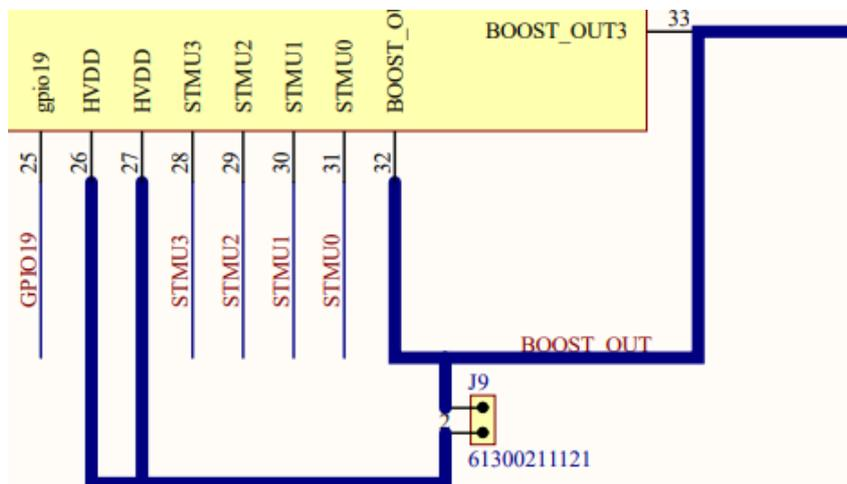
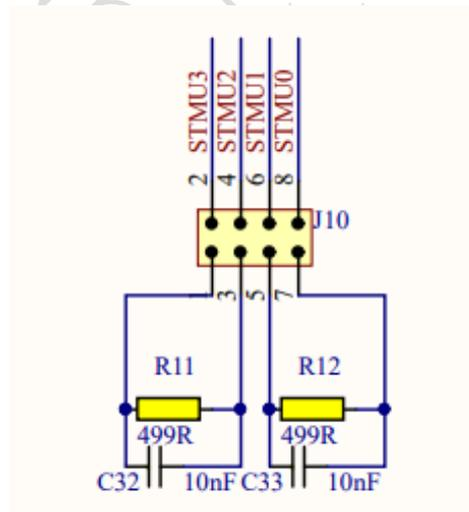

图3.5 ENS001电刺激输出引脚STMU0-STMU3
图3.7 ENS001刺激电流输出位置及板上负载
- 四通道电刺激输出引脚如图3.5，图3.7中的电容电阻模拟负载可用于波形测试，2.5mm耳机孔可连接一出二理疗仪导线和电极贴片（参考图3.5）用于体验不同刺激波形的实际体感。
- 4) 配置ADDR\_WG\_DRV\_REST\_T\_REG寄存器，设置死区时间（图3.7中的Delay Time），范围是（1-255us）；
- 6) 配置ADDR\_WG\_DRV\_SILENT\_T\_REG寄存器，设置静默时间（图3.7中负半周结束后的一段时间）；